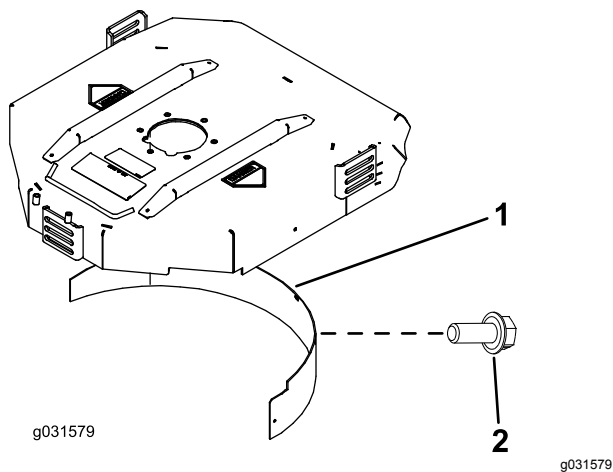

图 21
- 将碎草隔板装入后开口内并使用 5 个凸缘头螺栓进行固定图 21。